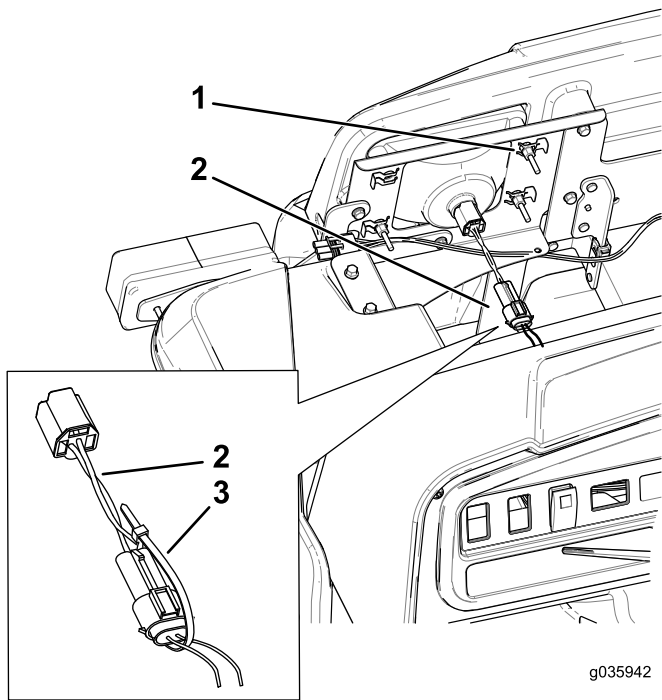

Figure 3
4. Attachez le connecteur de l'adaptateur de phare au connecteur du faisceau de la machine avec des serre-câbles (Figure 3).